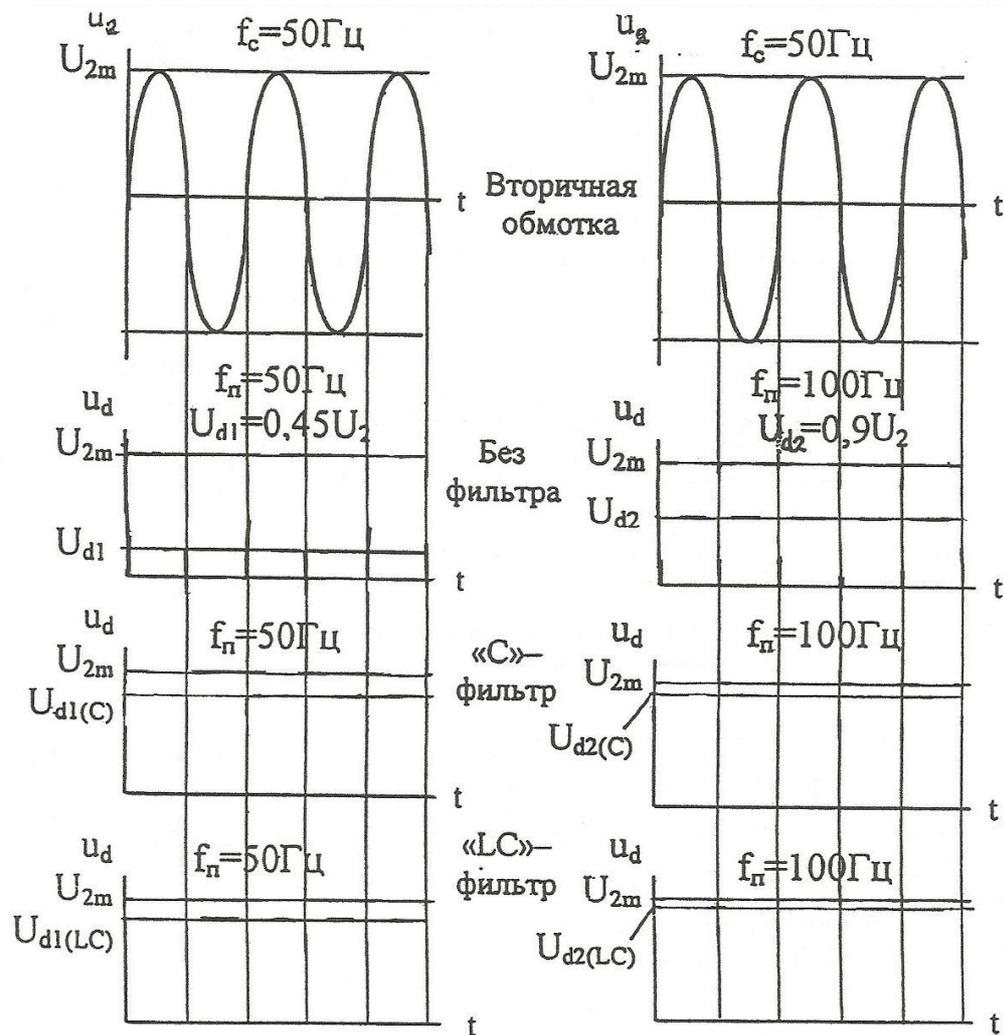

Рисунок 2.5.2. Осциллограммы выпрямителей
6. Зарисовать полученное изображение, используя рисунок 2.5.2, обратив особое внимание на амплитуду пульсаций и их форму.
10. Занести в таблицу 2.5.1 измеренное значение U_{d1} (C).
13. Занести в таблицу 2.5.1 измеренное значение U_{d1} (LC).